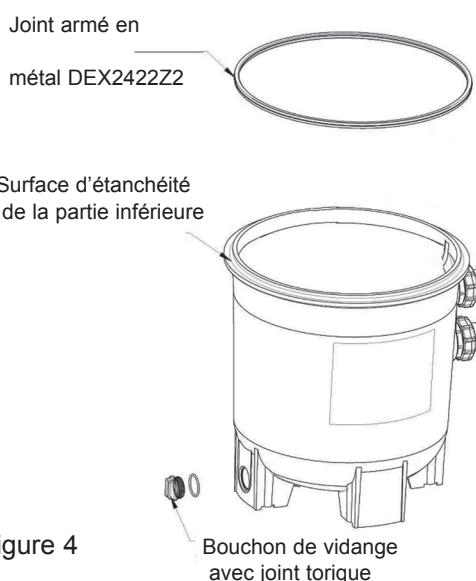
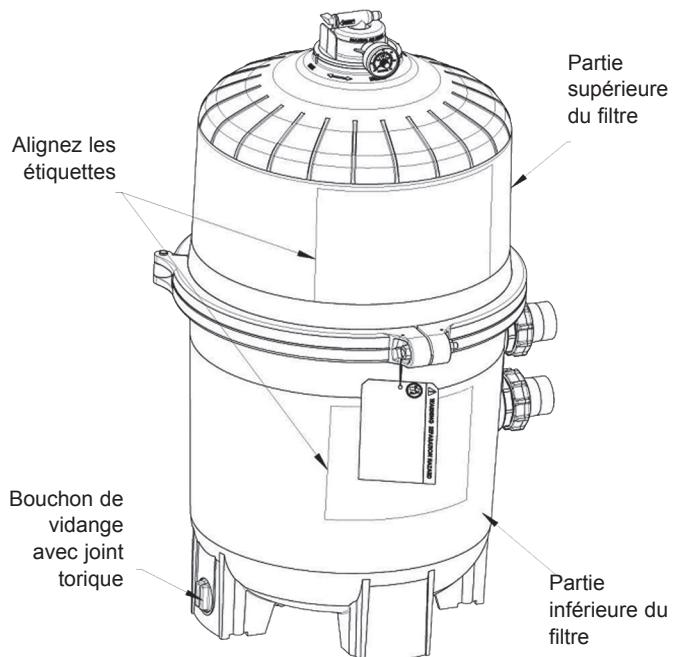

Figure 4
Figure 5
2. Vérifier que le bouchon de vidange soit bien fermé. Remarque : le bouchon du filtre doit être doté d'un joint torique. (Cf. Fig. 4)
4. Retirez le bouchon de vidange du filtre (FIG. 4) et vidangez l'eau du filtre.
- 2.Avec un chiffon propre, essuyez la surface d'étanchéité de la partie inférieure du filtre. (Fig. 4) N'utilisez pas de produit solvant.
- 1.Placez le joint armé en métal sur la partie inférieure du filtre (Fig. 4). Placez la partie supérieure du filtre sur le joint armé en métal Hayward DEX2422Z2 et sur la partie inférieure du filtre dans une position dans laquelle l'ensemble des étiquettes d'utilisation et de sécurité sont clairement visibles et la partie supérieure est parfaitement centrée par rapport à la partie inférieure du filtre. (FIG. 5)
- 2.Replacez le collier de serrage autour du filtre. Tenez les extrémités du collier de serrage de manière à les positionner à côté des étiquettes d'utilisation et de sécurité du filtre. (Fig. 5.)